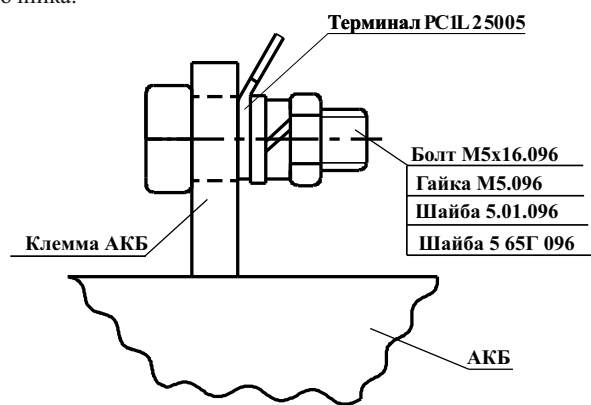

Рисунок 2
Подключение источника к АКБ 17 А ч производится через терминал (см. рисунок 2), входящий в комплект поставки источника.
8.2 При отсутствии АКБ измерение напряжения на выводах для подключения АКБ (см. рисунок 2) является некорректным и его величина не регламентируется. Напряжение ниже 10 В не считается неисправностью.